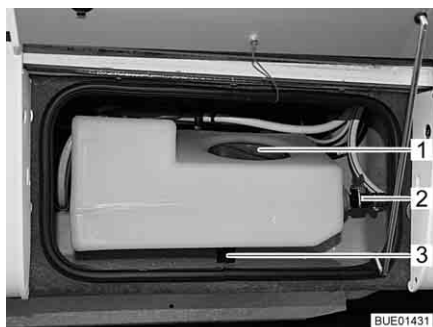
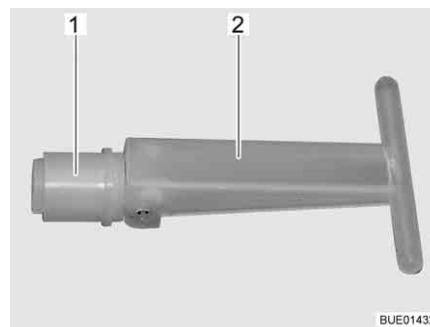

Bild 223 Zusatz-Wassertank
Bild 224 Verschluss-Stopfen
Wenn das Entleerventil (Bild 223,2) offen ist, ist die Füllmenge des Zusatz-Wassertanks auf ca. 30 l begrenzt; überschüssiges Wasser läuft ab. Wenn das Entleerventil geschlossen ist, steht das gesamte Tankvolumen zur Verfügung.
Wenn der Verschluss-Stopfen (Bild 224,1) im Inneren des Zusatz-Wassertanks gezogen wird, fließt das Wasser über den Ablauf (Bild 223,3) ab. Der Verschluss-Stopfen ist durch die Serviceöffnung (Bild 223,1) erreichbar.
- Sicherstellen, dass der Verschluss-Stopfen (Bild 224,1) im Zusatz-Wassertank geschlossen ist (Handgriff (Bild 224,2) ist umgeklappt).
- Sicherstellen, dass das Entleerventil (Bild 223,2) geschlossen ist.
- Serviceöffnung (Bild 223,1) im Zusatz-Wassertank öffnen.
- Durch die Serviceöffnung den Handgriff (Bild 224,2) des Verschluss-Stopfens (Bild 224,1) senkrecht stellen und den Verschluss-Stopfen herausziehen.
- Entleerventil (Bild 223,2) am Zusatz-Wassertank öffnen.